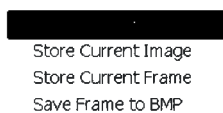

Рисунок 149
10.4.4 Окно **Dicom Спулер** также можно открыть вручную, кликнув по изображению правой кнопкой, используя сенсорную панель и выбирая **Показать Спулер** (см. рисунок 149) для проверки состояния очереди печати (т.е. изображения, ожидающие отправки на сеть DICOM).